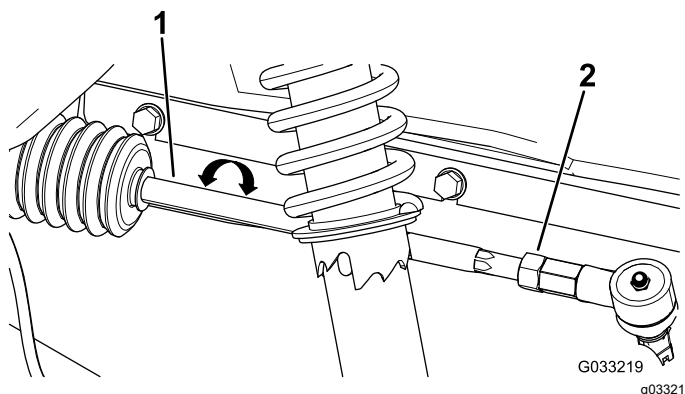

Figure 50
1. Desserrez les écrous de blocage à l'extrémité extérieure des biellettes (Figure 50).